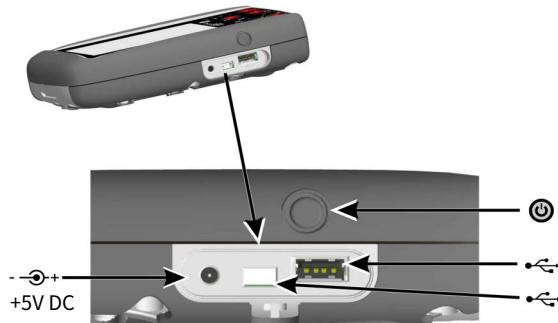

図 2: 側面
1. DC 電源/充電装置を本体側面の +5V_{DC} 接続部に接続します (「図 2 側面」を参照)。
2. バッテリーは USB 接続により充電することもできます (「図 2 側面」を参照)。
オフ状態からの場合 - ダッシュボードが表示されるまで電源ボタンを（「図 2 側面」を参照）を押します。